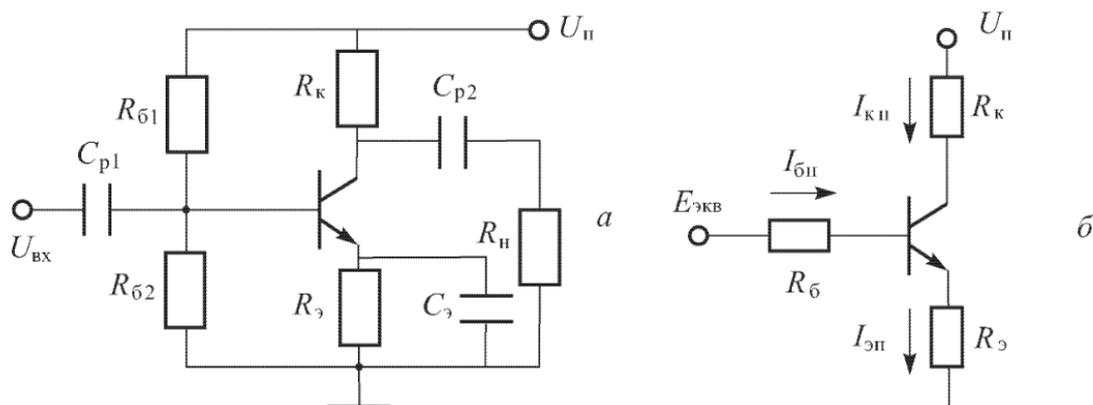

Рисунок 1 – Эквивалентная схема резисторного усилителя
1. Определить точку покоя резисторного усилителя (рисунок 1) на транзисторе КТ 3176 А9, если: $U_n = 10$ В, $R_k = 19,5$ Ом, $R_3 = 0,5$ Ом, $R_{\delta 1} = 385$ Ом, $R_{\delta 2} = 40$ Ом, $h_{21э} = 180$. Характеристики транзистора приведены на рис. П.3. Определить дифференциальный параметр $h_{11э}$ в точке покоя.
2. Определить точку покоя резисторного усилителя (рисунок 1) на транзисторе 2Т 860 А, если: $U_n = 16$ В, $R_k = 9$ Ом, $R_3 = 1$ Ом, $R_{\delta 1} = 650$ Ом, $R_{\delta 2} = 100$ Ом, $h_{21э} = 140$.
3. Определить точку покоя резисторного усилителя (рисунок 1) на транзисторе 2Т 860 А, если: $U_n = 24$ В, $R_k = 19$ Ом, $R_3 = 1$ Ом, $R_{61} = 900$ Ом, $R_{62} = 100$ Ом, $h_{21э} = 130$. Характеристики транзистора приведены на рисунке 1. Определить дифференциальный параметр $h_{11э}$ в точке покоя.